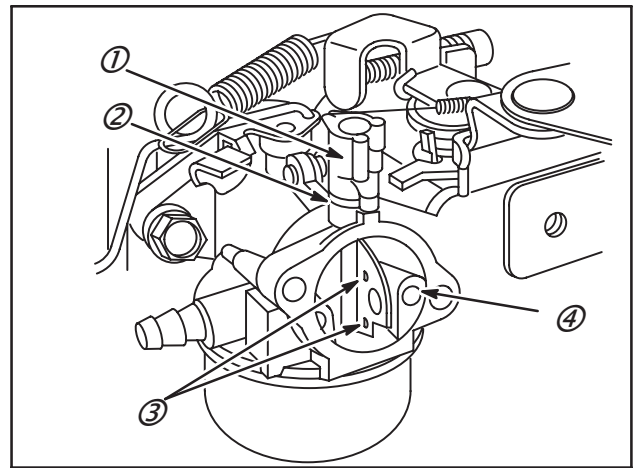

Fig. 110
1. Placer l'axe (1) de starter et la rondelle feutre (2).
2. Tourner le levier comme indiqué en Fig. 110.
3. Insérer le volet de starter dans la fente de l'axe jusqu'à ce qu'il soit centré sur l'axe, bossages (3) dirigés vers le gicleur principal (4).
NOTE : Sur les carburateurs Choke-A-Matic®, mettre le ressort de rappel comme indiqué en Fig. 110.